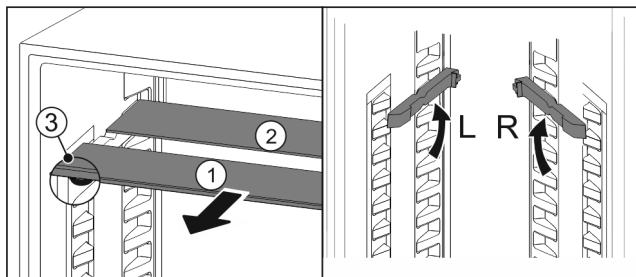

Fig. 112
- Skleněné desky jednotlivě vytáhněte dopředu Fig. 112 (1).
- Skleněná deska Fig. 112 (1) s ozdobnou lištou leží vpředu.
- Zarážky Fig. 112 (3) směřují dolů.